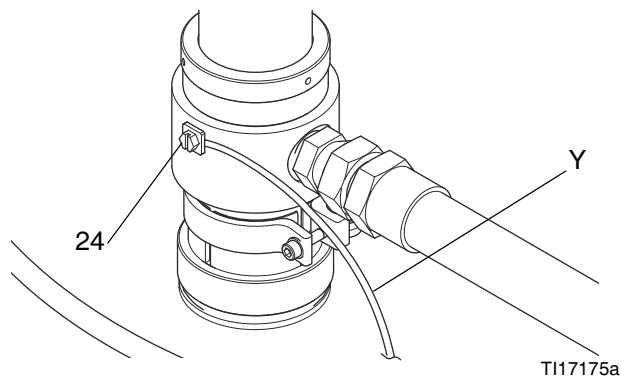

FIG. 9
Bomba: Conecte el cable de tierra (Y) al tornillo de tierra (24) y ajuste firmemente el tornillo. Consulte FIG. 9. Conecte el otro extremo del cable a una tierra verdadera. Asegúrese de cumplir todos los códigos eléctricos nacionales y locales.